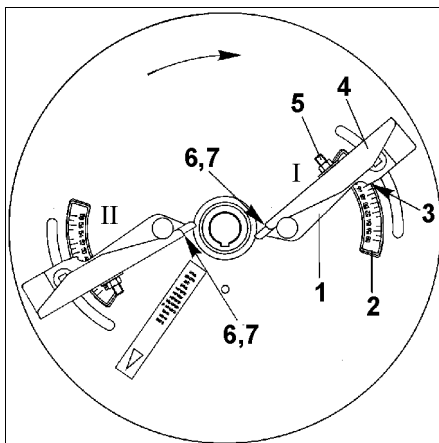

Fig. 48
skjer på teleskopvingene (Fig. 48/1) ut i fra oppgaver i spredetabellen og er avhengig av det gjødselslaget som skal spres og avstanden fra første kjørespor til kanten på feltet, på følgende måte:
- Teleskopvingene (Fig. 48/1) langs skalaen (Fig. 48/2) på spredeskiven etter at låsemutteren er løsnet. Skru mutteren fast igjen når avleserkanten (Fig. 48/3) flukter med valgte tallverdi.
- Still inn den ytre vingedelen (Fig. 48/4) langs skalaen (Fig. 48/6) til en valgt bokstav etter at mutteren er løsnet. Den ytre vingedelens stilling blir lest av ved avleserkanten (Fig. 48/7) på skalaen.